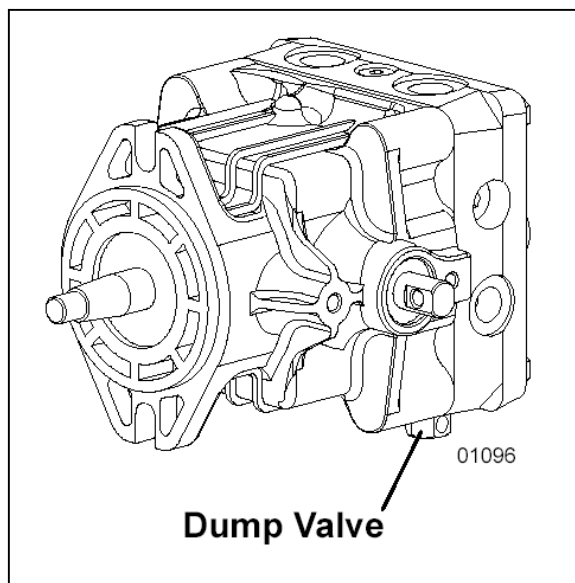

Fig. 4
Hydraulikpumperne er udstyret med en dumpventil (se fig. 4), der gør det muligt at deaktivere pumpen, så maskinen kan bugseres uden at motoren kører. Når dumpventilen står i normal driftsstilling, vil hydraulikolie i pumpen gøre det vanskeligt at flytte maskinen (også selv om styrehåndtagene står i neutralstilling). Dumpventilen er placeret foruden på hver hydraulikpumpe i højre forreste hjørne. Dumpventilen aktiveres ved at dreje den mod uret med en .625" nøgle. Drej den én (1) omgang. Når BEGGE hydraulikpumper er deaktiveret, kan maskinen køre "frijul" og den kan bugseres væk. Inden pumperne kan fungere igen, skal dumpventilerne drejes tilbage til deres normale driftsstilling. Dumpventilerne må maksimalt spændes med 10 ft.lbs.